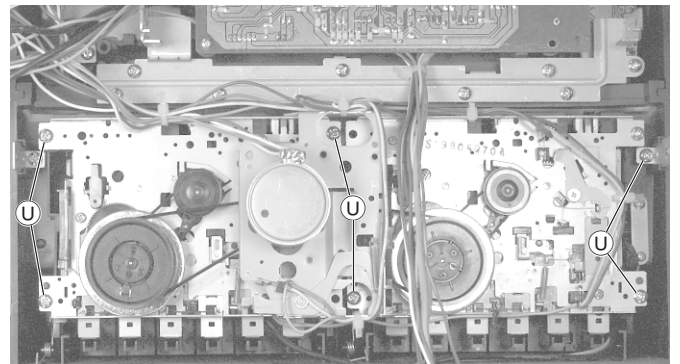

Fig. 14
- 6 Schrauben ˘ (Fig. 14) herausschrauben und Cassetten-Laufwerk herausnehmen.
- Undo 6 screws ˘ (Fig. 14) and remove the Tape Deck.